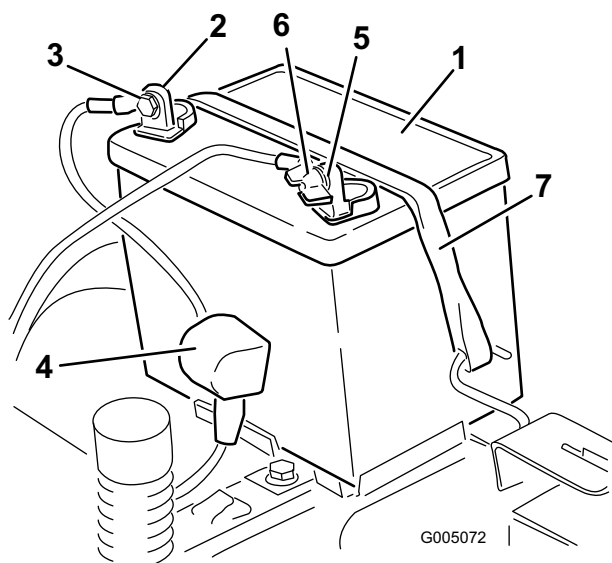

Figure 29
4. Débranchez le câble négatif (noir) de mise à la masse de la borne de la batterie (Figure 29). Mettez les fixations de côté.
- Repoussez le capuchon en caoutchouc sur le câble positif (rouge). Débranchez le câble positif (rouge) de la borne de la batterie (Figure 29). Mettez les fixations de côté.
- Enlevez la sangle de maintien de la batterie (Figure 29) et ôtez la batterie de son support.
- Placez la batterie dans son support en tournant les bornes vers la position de fonctionnement (Figure 29).
- Fixez la batterie en place à l'aide de la sangle de maintien (Figure 29).